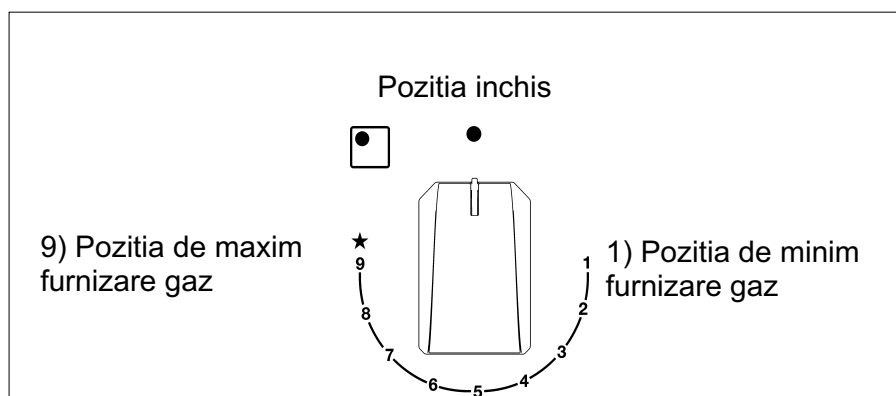

FIG. 1
Apasati si rotiti in sens antiorar butonul corespunzator arzatorului pe care doriti sa-l utilizati, aduceti-l pe pozitia de Maxim 9  (flacara mare, fig. 1), dupa care apasati butonul pana la fund robinetul este echipat cu o scară de 9 poziții, cu fiecare clic, flacăra este redusă până când ajungeti în poziția 1, adică cantitatea minimă de gaz.
La arzatoarele dotate cu termocuplu de siguranta, trebuie sa se roteasca in sens antiorar butonul corespunzator arzatorului pe care doriti sa-l utilizati, sa-l aduceti pe pozitia de Maxim 9 (flacara mare, fig.1) pana sesizati o mica oprire a acestuia, dupa care apasati butonul si repetati operatiile indicate anterior. Dupa aprindere mentineti butonul apasat circa 10 secunde.
- Cand incepe fierberea aduceti butonul in pozitia de Minim 1 (flacara mica, fig. 1).
- **aprinde arzatoarelor cu termocuplu de siguranta se poate face doar daca butonul este pe pozitia de Maxim 9 (flacara mare fig. 1).**